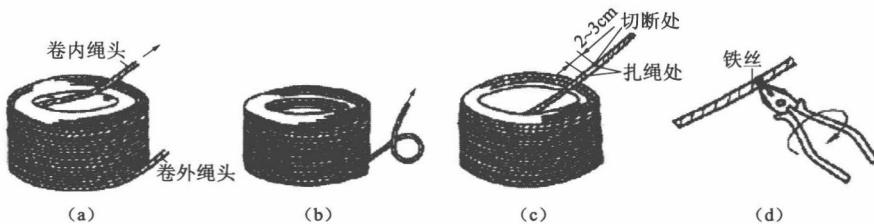

图 1-1 麻绳的开卷
(1) 麻绳的开卷。麻绳在出厂时一般都盘成卷, 使用时按需要的长度从绳卷上截取。麻绳在开卷使用时应按正确的方法操作。如果开卷方法不正确, 则将麻绳从绳卷上抽出时会使麻绳起扭, 影响开卷的正常进行。麻绳开卷的正确操作方法如下: 将绳卷竖放在地面上, 有绳头的一端(卷外的绳头) 放在下面, 将卷内的绳头抽出。这样, 开卷时绳不会起扭打结, 如图 1-1 (a) 所示, 切不可从卷外把绳头拉出, 这样在拉出的过程中麻绳会起扭打结, 如图 1-1 (b) 所示。
(2) 麻绳的切断。当将麻绳放到需要的长度时, 应将绳切断。切断前, 切断处的两侧用细麻绳或小铁丝扎紧, 以免绳股松散, 如图 1-1 (c) 所示。用细麻绳扎紧时, 需紧绕 3~4 圈, 而后打结。当用细铁丝时, 绕两圈用钢丝钳将铁丝拉紧后拧紧, 如图 1-1 (d) 所示。